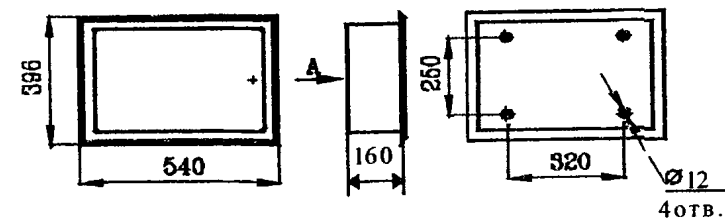

Рис. 1
1. Шитки ЩО 3000 предназначены для распределения электроэнергии и защиты от перегрузок и токов короткого замыкания групповых линий в осветительных сетях с глухозаземленной нейтралью при напряжении 380/220 В переменного тока частотой 50–60 Гц, а также для нечастых до 30 оперативных включений и отключений в сутки электрической цепи. Шитки устанавливаются в нишах стен внутри зданий. Номинальный ток не более 100 А. (рис.1–3).